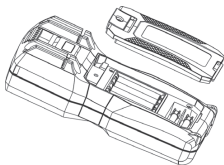

Рис.15 Замена батарей и предохранителей
8. Замена батарей и предохранителей (рис. 15)